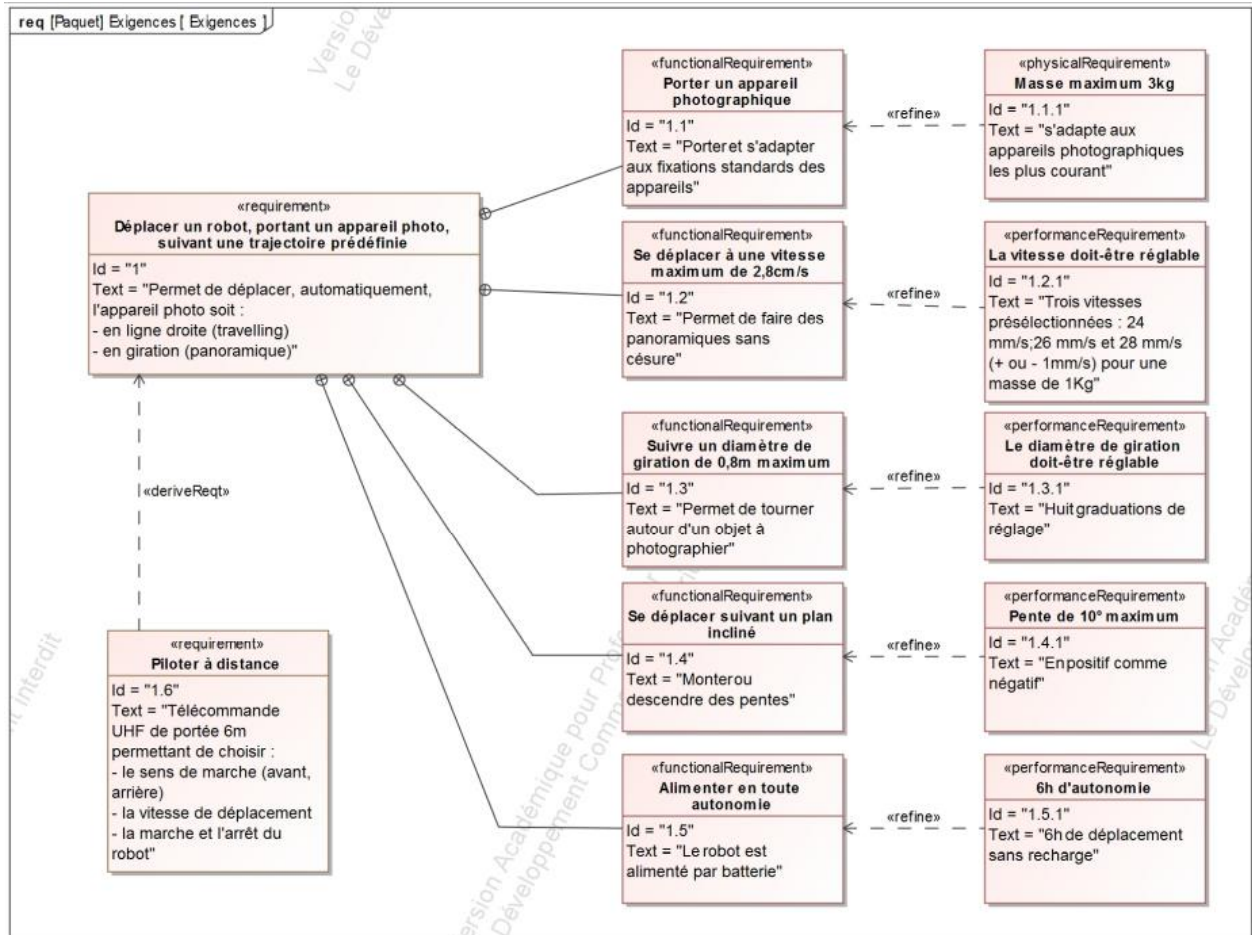

Figure 7 : diagramme des exigences
- Question II-2 **Déterminer** la longueur de l'arc (D , D') qui sera alors parcouru par la roue motrice en mode panoramique, **en déduire** la vitesse $\vec{V}(D, 2/1)$ ainsi que la fréquence de rotation de la roue afin de respecter la durée imposée. **Conclure** sur le respect de l'exigence de performance 1.2.1 (figure 7).